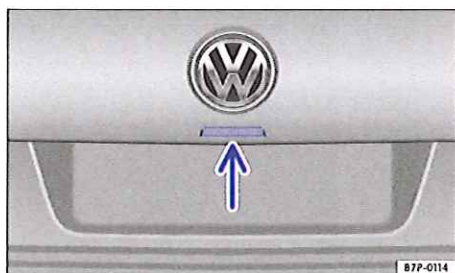

Fig. 46 Dans le capot arrière : touche d'ouverture du capot arrière
- Actionnez la touche → fig. 46 (flèche) sur le capot arrière.